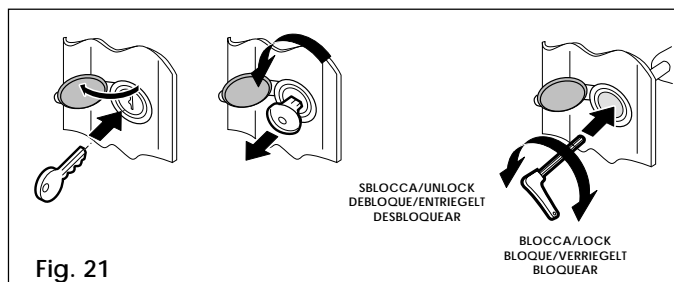

Fig. 21
**- Desde el exterior (Fig. 21)**